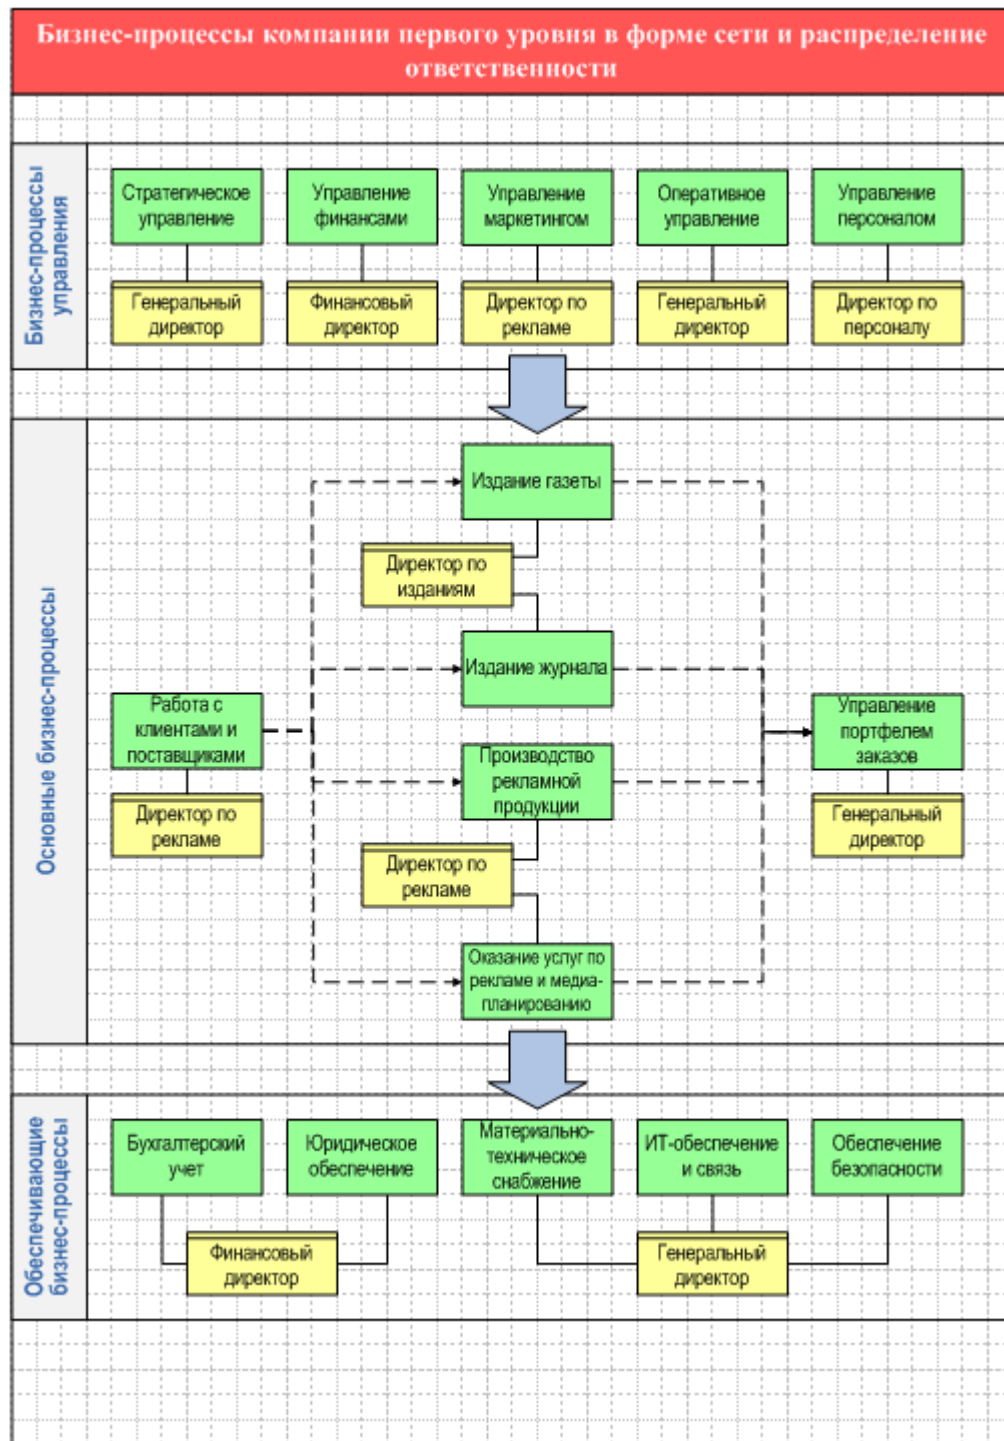

Рис. 70. Диаграмма Бизнес-процессы компании первого уровня в форме сети и распределение ответственности
10. На панели инструментов *Моделирование* нажмите на кнопку *Фигурная стрелка* , нарисуйте стрелку между группами бизнес процессов и поверните ее вниз. Результат представлен на рис. 70.